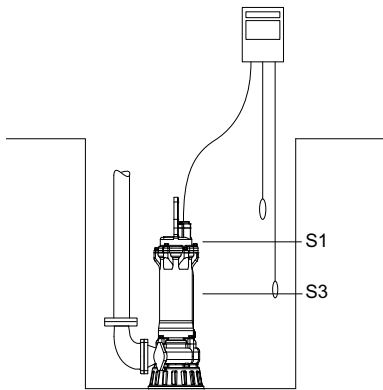

Abb. 1 Vorgeschriebene Flüssigkeitsstände
- Aussetzbetrieb S3 - Pumpe teilweise eingetaucht. Siehe Abb. 1.